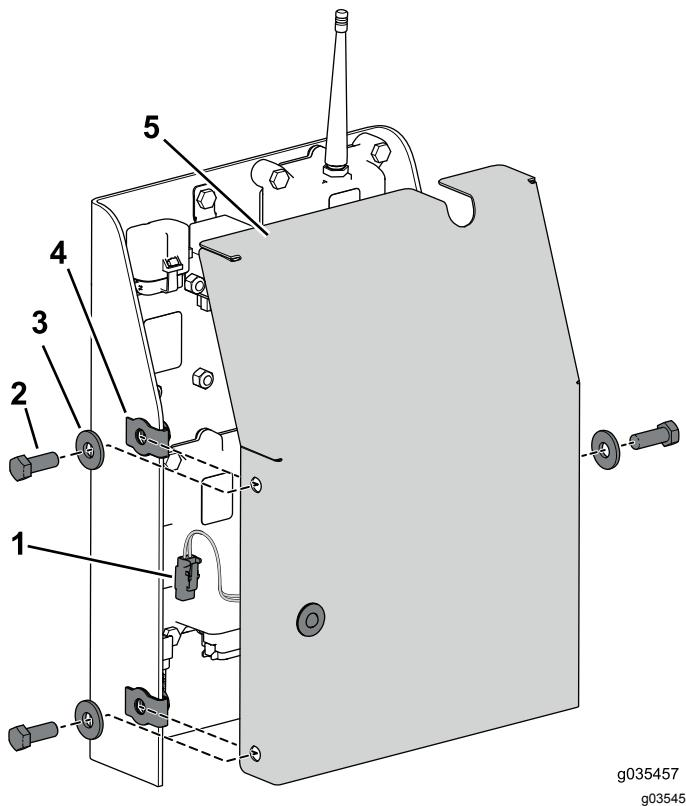

Bild 26
1. Schließen Sie die Anzeigelampe am Kabelbaum an (Bild 26).
2. Befestigen Sie die Abdeckung mit der vorher entfernten Schraube ($\frac{3}{8}" \times 1"$) und Mutter am Fach (Bild 26).